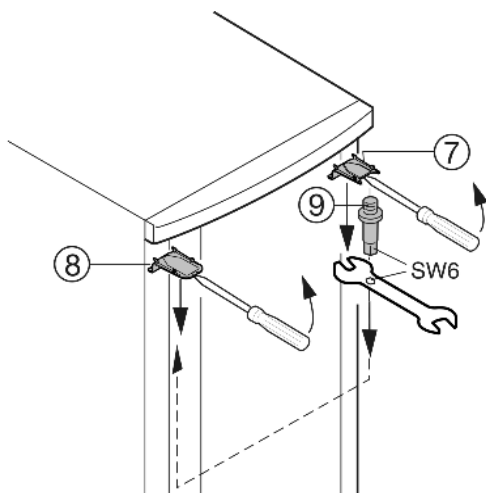

Fig. 5
- ▶ Верхнюю крышку Fig. 5 (7) и крышку Fig. 5 (8) с помощью отвертки выведите вперед из фиксатора и снимите, наклоня вниз.
- ▶ Выкрутите опорный палец Fig. 5 (9) и вкрутите на противоположной стороне (с моментом 4 Нм). Используйте при этом внутренний шестигранник имеющегося в комплекте вильчатого ключа.
- ▶ Снова установите крышку Fig. 5 (7) на стороне опорного пальца: насадите сзади, защелкните спереди.
- ▶ Установите крышку Fig. 5 (8) на противоположной стороне: насадите сзади, защелкните спереди.
- ▶ Навесьте дверцу на опорный палец Fig. 5 (9) и закройте ее.